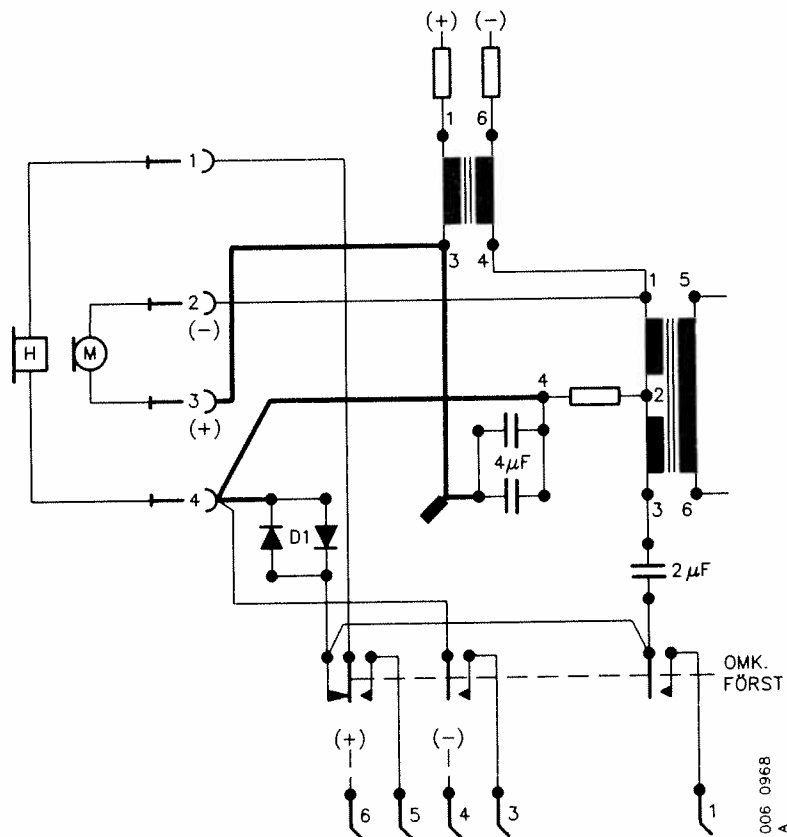

Bild 10. Enhetens koppling efter modifiering
- Flytta och löd fast de lossade förbindningarna enligt bild 10. Förbindningarna som lossats från D1 toppskarvas samt isoleras med krympslang. Dra en ny förbindning mellan D1 och hand-/huvudmikrotelefonens stift 4.